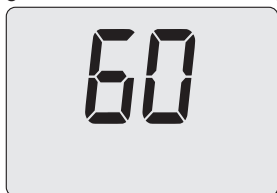

Figura 9.30
- Utilizzando i tasti 16 o 17 (Figura 9.19) è possibile modificare il valore del parametro A59 (Figura 9.30).